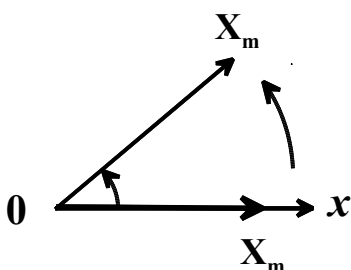

Рис. 2
На оси x из некоторой точки 0 отложим вектор длины X_m , образующий с осью угол φ (рис. 2). Если привести этот вектор во вращение против часовой стрелки с угловой скоростью ω , то проекция конца вектора на ось x будет изменяться в точном соответствии с соотношением (6).